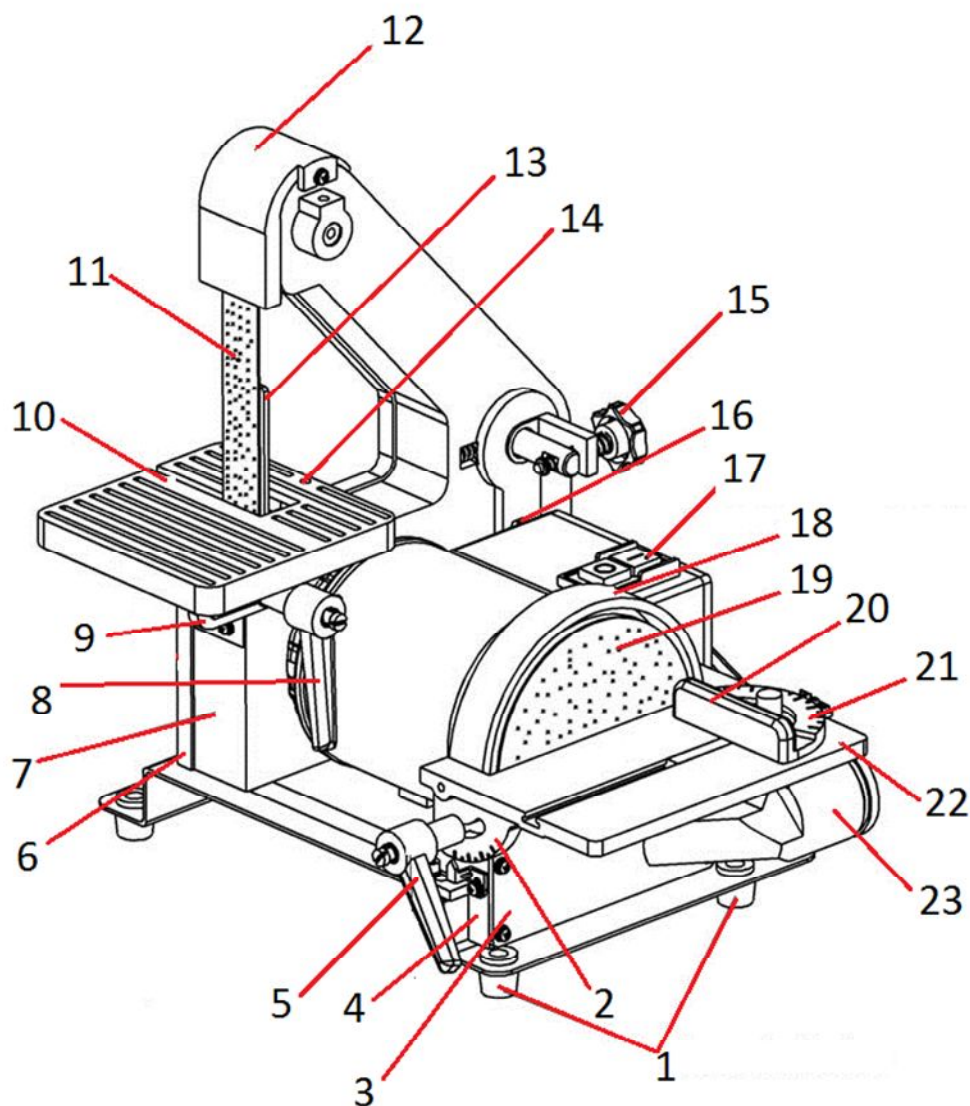
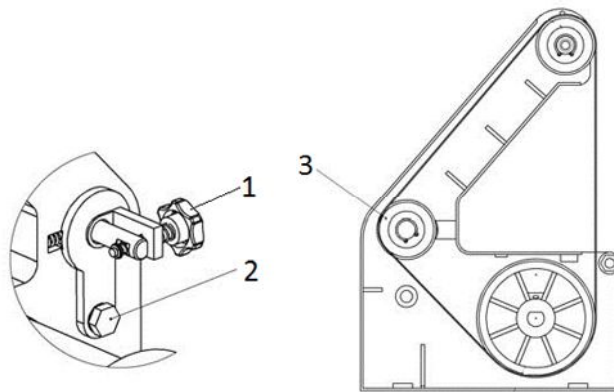

Рис. 1.1 Принципиальное устройство станка:
Рис. 2 Смена шлифовальной ленты
Перед подсоединением станка к электрической сети переведите переключатель (поз. 17 рис. 1.1) в выключенное положение «0».
Включение станка выполнением перевода переключателя (поз. 17 рис. 1.1) во включённое положение «I».
Выключение станка выполняется переводением переключателя (поз. 17 рис. 1.1) в выключенное положение «0».
Станок поставляется в упаковке частично разобранным - со снятыми столами шлифовальной ленты (поз. 10 поз. 1.1) и шлифовального круга (поз. 22 рис.1.1), упором шлифовальной ленты (поз. 13 рис. 1.1), угловым упором (поз. 20 рис. 1.1) стола шлифовального круга.
Станок поставляется с отрегулированным натяжением шлифовальной ленты. Сила натяжения обеспечивается пружинящей силой, которая воздействует на средний ролик при ослаблении рукоятки (поз. 15 рис. 1.1) натяжения шлифовальной ленты.
- стол шлифовальной ленты (поз. 10 поз. 1.1), прикрепите его винтом (поз. 14 рис. 1.1) к корпусу пылесборника (поз. 7 рис. 1.1) и закрепите его ручкой (поз. 8 рис. 1.1) фиксирования;
- стол шлифовального круга (поз. 22 рис.1.1).
Установите на стол (поз. 10 рис. 1.1) шлифовальной ленты и закрепите на нём упор (поз. 13 рис. 1.1) шлифовальной ленты.
Установите на стол (поз. 22 рис. 1.1) шлифовального круга и закрепите на нём угловой упор (поз. 20 рис. 1.1).
4. Переведите переключатель (поз. 17 рис. 1.1) в выключенное положение «0».
7. Переведите переключатель (поз. 17 рис. 1.1) во включённое положение «I».
При выявлении нехарактерных для станка шумов, скрежета, запаха гари немедленно переведите переключатель (поз. 17 рис. 1.1) в выключенное положение «0» и отсоедините станок от электрической сети.
- помните, что шлифовальная лента (поз. 11 рис. 1.1) вращается по направлению вниз к столу (поз. 10 рис. 1.1);
- шлифование заготовки выполняйте при установленном упоре (поз. 13 рис. 1.1) шлифовальной ленты.
При необходимости шлифования заготовок с фигурным контуром, снимите упор (поз. 13 рис. 1.1) шлифовальной ленты.
- помните, что шлифовальный круг (поз. 19 рис. 1.1) вращается против часовой стрелки;
- снимите стол (поз. 10 рис. 1.1) шлифовальной ленты;
- снимите крышку (поз. 6 рис. 1.1) пылесборника;
- ослабьте натяжение шлифовальной ленты – закрутите рукоятку (поз. 15 рис. 1.1; поз. 1 рис. 2) регулировки натяжения шлифовальной ленты;
- натяните шлифовальную ленту - ослабьте натяжение ролика регулировочного (поз. 3 рис. 2), которое под воздействием пружинящей силы натянет шлифовальную ленту;
- проверьте, кратковременным включением электродвигателя, перемещения шлифовальной ленты по центру роликов и заднего упора. При необходимости отрегулируйте перемещение шлифовальной ленты: при смещении ленты влево – поверните болт (поз. 16 рис. 1.1; поз. 2 рис. 2) на полуоборот против часовой стрелки, при смещении шлифовальной ленты вправо – на полуоборот по часовой стрелки;
- установите крышку (поз. 6 рис. 1.1) пылесборника и стол (поз. 10 рис. 1.1) шлифовальной ленты.
Для смены шлифовального круга (поз. 19 рис. 1.1) снимите стол (поз. 22 рис. 1.1) и крышку (поз. 3 рис. 1.1) пылесборника шлифовального круга.